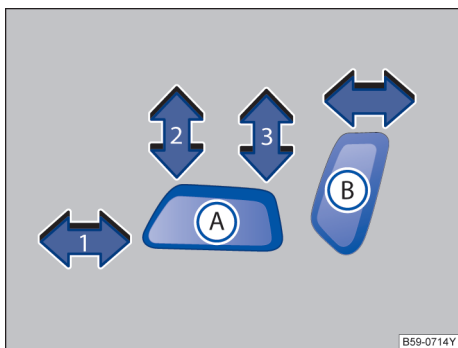

图 74 开关：调整座椅的前后位置、座椅面的高度和倾斜角度
① 向前或往后移动座椅。
② 调节座椅面的倾斜度。
③ 调高或调低座椅。
沿箭头方向按压→图 74 (B)开关：
沿箭头方向按压→图 74 (A)开关：